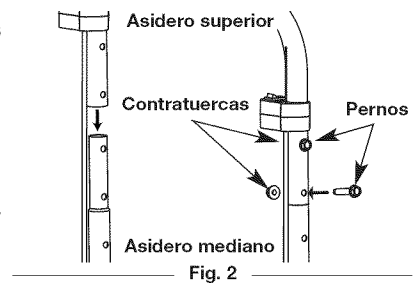

Fig. 2
6. Coloque el eje de la manija de control en el extremo de 3 orificios del eje metálico recto y alinee los orificios de la manija de control con los dos orificios del extremo del eje metálico recto (Fig. 2).